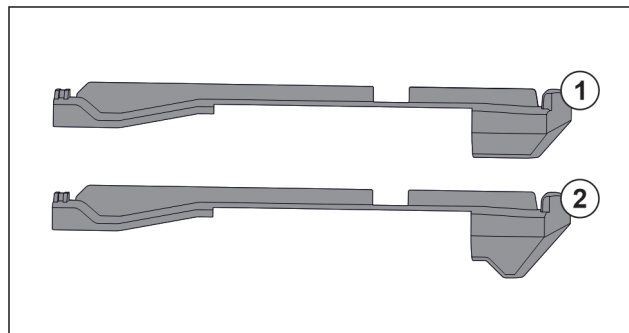

Fig. 141 Confronto degli elementi inseribili
Nell'apparecchiatura si trovano due diversi elementi inseribili. L'elemento inseribile sopra il cassetto più in basso Fig. 141 (2) presenta un bordo triangolare. Tutti gli altri elementi inseribili Fig. 141 (1) dispongono di un bordo dritto.
- Applicare l'elemento inseribile Fig. 141 (2) con il bordo triangolare sopra il cassetto più in basso.
- Applicare l'elemento inseribile Fig. 141 (1) con il bordo dritto su tutti gli altri punti.